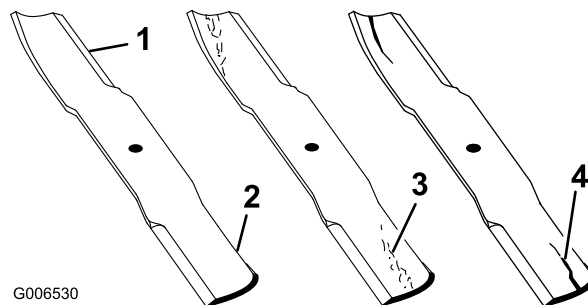

Figura 84
1. Inspeccione los filos de corte (Figura 84). Si los bordes no están afilados o tienen muescas, retire las cuchillas y afílelas. Consulte Afilado de las cuchillas (página 62).
2. Inspeccione las cuchillas, especialmente la parte curva (Figura 84). Si observa daños, desgaste o la formación de una ranura en esta zona (Figura 84), instale inmediatamente una cuchilla nueva.